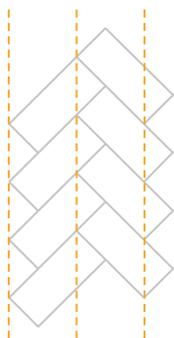

Abb. 5: Erste Reihe mit Hilfslinien.
- ❗ Achten Sie darauf, die erste Reihe korrekt und rechtwinklig zu verlegen, da dies für das Verlegen der übrigen Dielen und das endgültige Ergebnis entscheidend ist. Verwenden Sie Hilfslinien, um die Richtung zu halten, da sich kleine Ungenauigkeiten auf den übrigen Boden auswirken. Siehe Abb. 5.